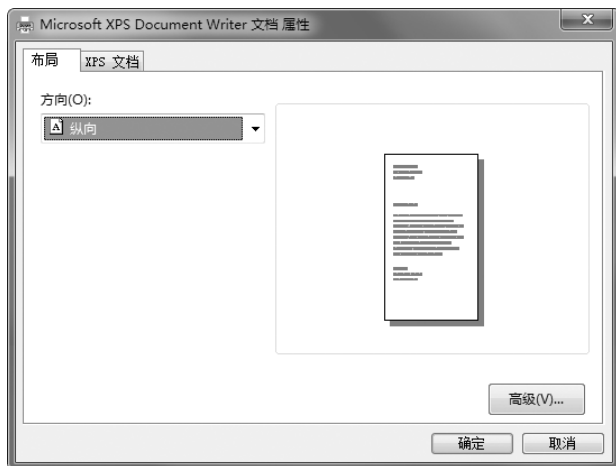

图 13-13 “属性” 对话框
- “属性” 按钮：用于设置打印纸的尺寸和打印方向，单击该按钮，弹出如图 13-13 所示的对话框。